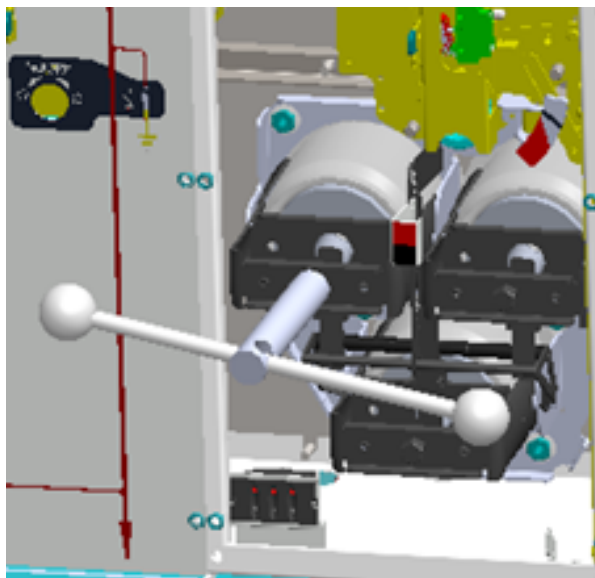

Рисунок 8 – Замена предохранителя
5.4.4 Снять перегоревший предохранитель и заменить его новым таким образом, чтобы ударник был направлен в сторону камеры, повернуть рукоятку по часовой стрелке чтобы закрыть камеру, смотреть рисунок 8.